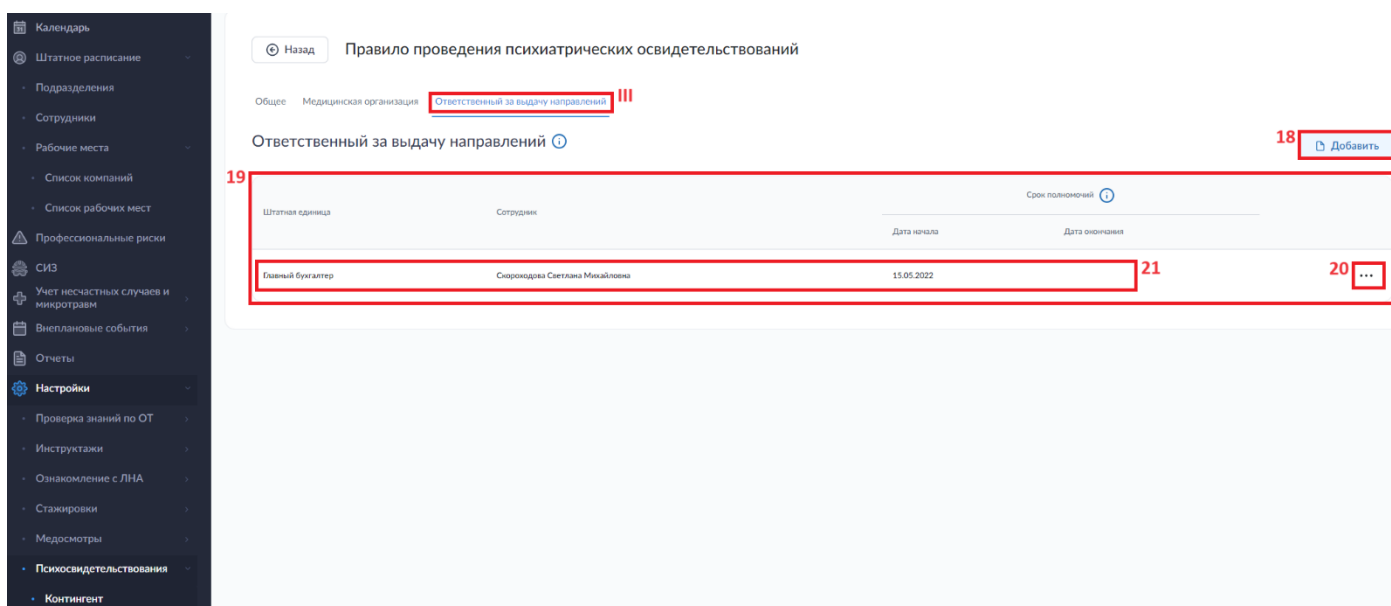

Рисунок 91. Раздел «Настройки». Подраздел «Психосвидетельствования. Контингент». Окно добавления правила проведения психосвидетельствований. Вкладка III.
На вкладке «Ответственный за выдачу направлений» (III) (рис. 91) необходимо указать информацию о лице, ответственном за выдачу направлений и сроках осуществления им полномочий, добавив запись (21) в таблицу (19) по нажатию кнопки «Добавить» (18).